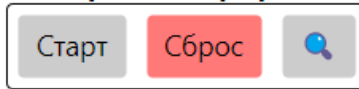
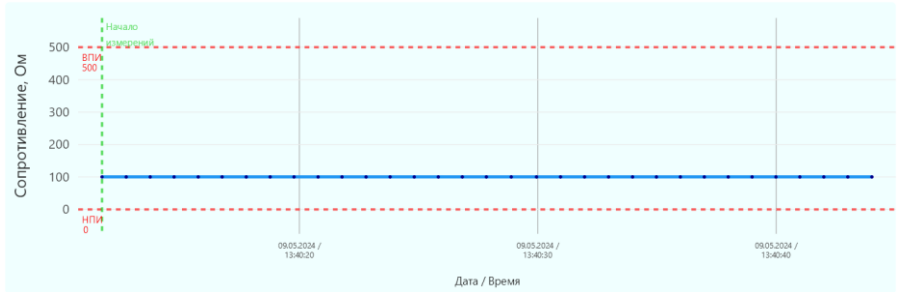

Рисунок 16 — Область «Отрисовка графика»
Рисунок 17 — Область отрисовки графика
3.3.16 Для запуска процесса отрисовки графика необходимо в области «Отрисовка графика» нажать кнопку «Старт» (см. рисунок 16). Надпись на кнопке изменится на «Стоп», начнется отрисовка графика измеренных значений (см. рисунок 17).
3.3.22 Для очистки графика от измеренных ранее значений нажмите кнопку «Сброс» в области «Отрисовка графика» (см. рисунок 16).